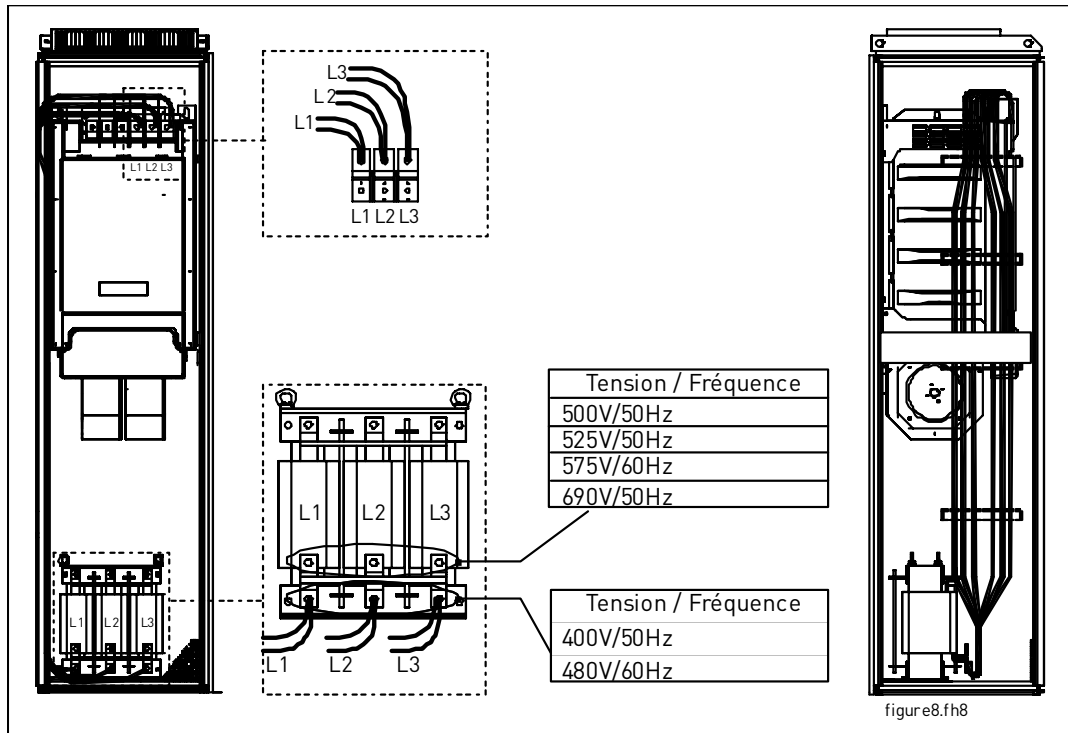

Figure 14. Raccordement des câbles de puissance entre la self réseau et le module de puissance
- B** = Distance mini entre le module et le haut de l'armoire pour les câbles de puissance (voir Figure 14).
Raccordez trois câbles de puissance (Figure 14) sur les bornes de sortie de la self réseau et les bornes d'entrée du module de puissance. Nous conseillons d'utiliser des câbles conçus pour 90°C. Raccordez le câble L1 provenant de la borne L1 de la self réseau sur la borne d'entrée L1 du module de puissance, le câble L2 sur la borne L2 et le câble L3 sur la borne L3.